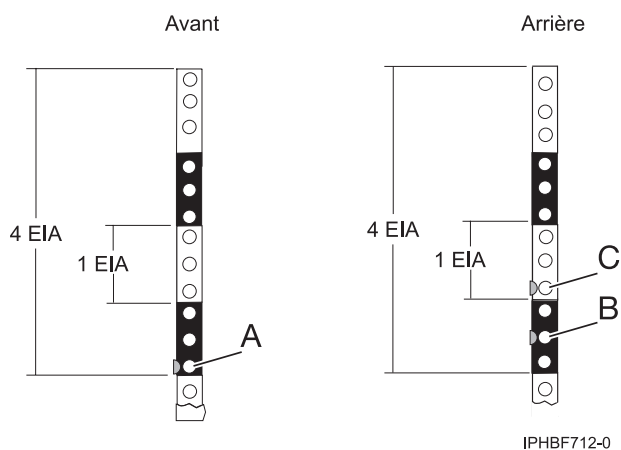

Figure 49. Marquage des trous sur l'avant et l'arrière du cadre de l'armoire
3. Marquez le trou du milieu de l'unité EIA inférieure, sur le côté gauche de l'armoire (A) comme indiqué sur la figure 49.
5. Marquez l'orifice du milieu de cette unité EIA inférieure (B) comme indiqué sur la figure 49.
6. Marquez le trou inférieur de l'unité EIA suivante (située plus haut), (C) comme indiqué sur la figure 49.